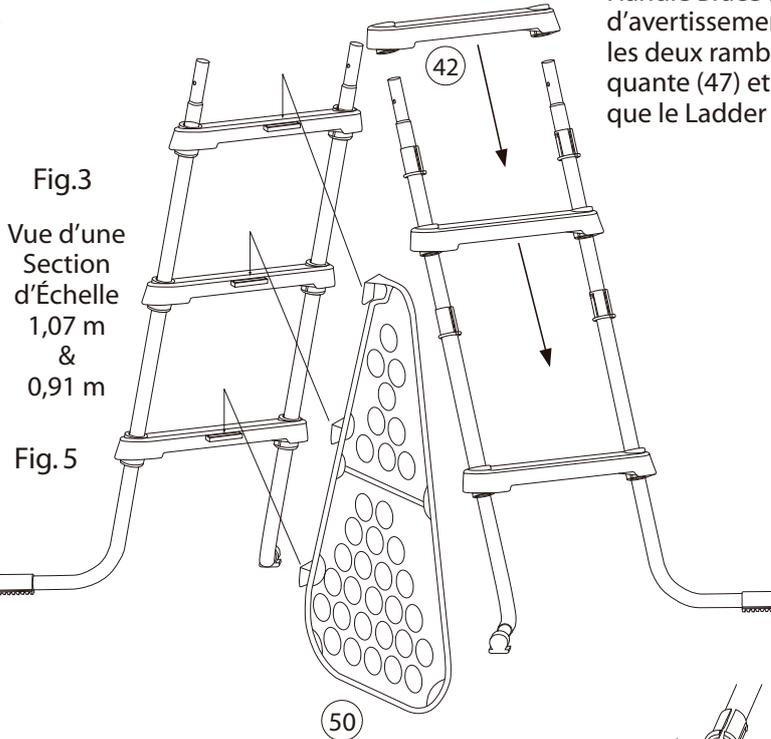
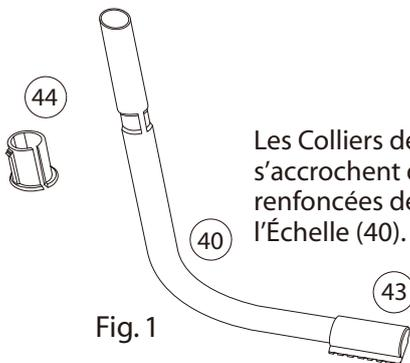
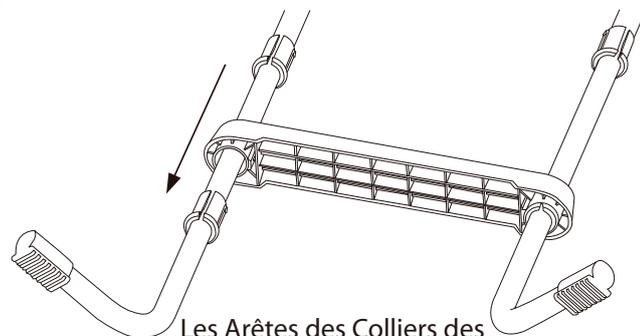

Fig.3
Fig. 1
Fig. 2
- Séparez les pattes de l'échelle (40) - 2 pièces du côté gauche et 2 du côté droit. Repérez les inscriptions «L» et «R» (gauche et droit) dans le haut des pattes.
- Commencez avec une des sections de patte identifiée «R» (40). Forcez délicatement le collier de fixation des marches (44), de façon à le faire passer par-dessus la patte de l'échelle, puis faites-le glisser vers le bas jusqu'à la portion renfoncée inférieure, tel qu'illustré à la Fig. 1. L'arête du collier des marches doit être orientée vers l'intérieur de l'échelle, tel qu'illustré en Fig. 2. Répétez pour la section gauche identifiée «L».
- Faites glisser une marche (42) le long des deux sections de patte. Assurez-vous que le côté de la marche identifiée par un «R» se trouve sur la patte de droite. Faites glisser la marche jusqu'à ce que les colliers (44) s'insèrent dans le côté inférieur de la marche et que les arêtes des colliers s'enclenchent solidement. Les colliers des marches doivent demeurer en place dans la partie renfoncée des pattes de l'échelle lorsque vous les installez. Une fois posés, les colliers doivent affleurer le bas de la marche. Voir la Fig. 2.
- Répétez les étapes 2 et 3 pour installer les autres colliers des marches (44) et marches (42) de la première section.
- Les Machine Screws (45) doivent être installés en partant de l'intérieur de la rambarde (41) vers le Ladder Handle Brace (49) à l'extérieur. Vérifiez que l'étiquette d'avertissement en langue anglaise est à l'extérieur sur les deux rambarde. Mettez en place la rondelle autobloquante (47) et l'écrou borgne (48), puis serrez jusqu'à ce que le Ladder Brace soit bien serré contre la rambarde.
- Maintenez en position verticale les deux sections de patte de l'échelle, les pieds vers l'extérieur, tel qu'illustré à la Fig. 3. Placez les poignées de l'échelle (41), avec les entretoises vers l'extérieur au-dessus des deux sections de patte de l'échelle.